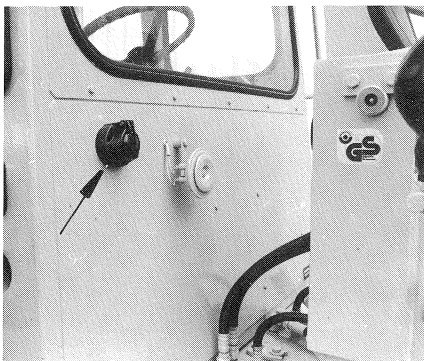

FIG. 11
- Couvrir la lame ou les dents du godet avec le capot de protection. Brancher l'équipement électrique du capot sur la prise de courant du chariot AR (fig.11/flèche) et vérifier le fonctionnement des clignotants de gabarit.